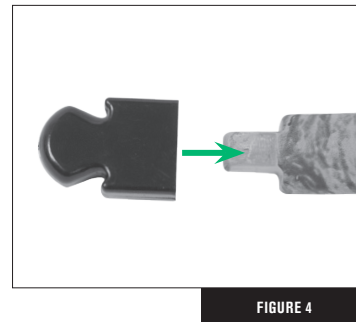

FIGURE 4
- Coloque una punta de plástico en cada extremo de las palas. Asegúrese de colocar las puntas rectas y empuje firmemente para introducirlas (Fig. 4). Dé suaves golpes sobre una superficie sólida para asentarlas completamente dentro de la pala.